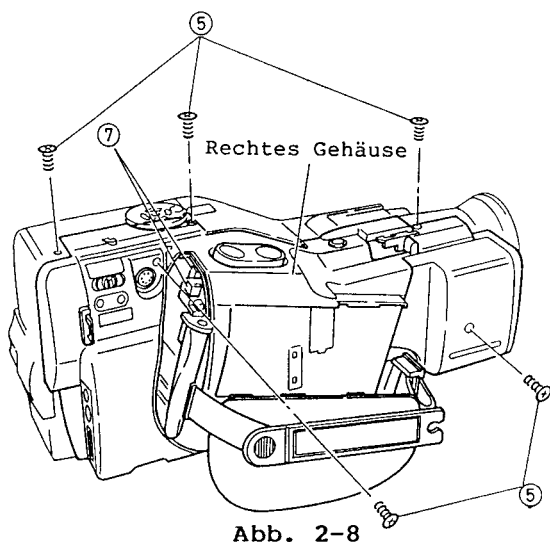

Abb. 2-8
5. Fünf (5) Befestigungsschrauben des rechten Gehäuses entfernen (siehe Abb. 2-8).
7. Zwei (2) Stecker (PG1, PG2) abziehen und das rechte Gehäuse in Pfeilrichtung abnehmen (siehe Abb. 2-8, 2-9).
5. Das rechte Gehäuse ausbauen (siehe Abb. 2-8, 2-9).
6. Das rechte Gehäuse abnehmen (siehe Abb. 2-8, 2-9).